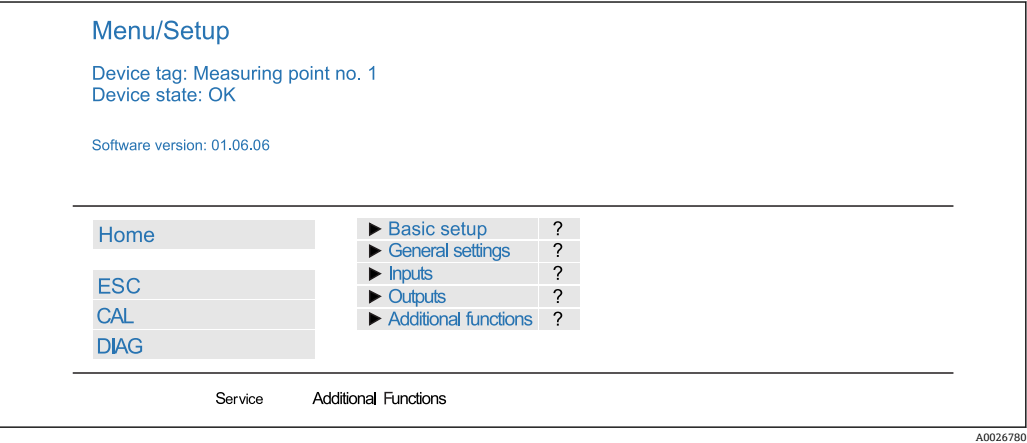

图 74 网页服务器示例（菜单/语言=英文）
3. ▶验证结果（快速显示并输出至 SD 卡中）或附加功能（下级菜单→ 图 74）。